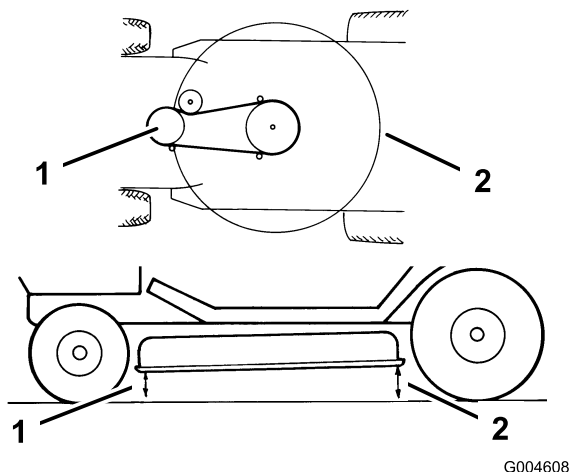

Figura 46
10. Controllate l'inclinazione longitudinale della lama, misurando la distanza fra il sottoscocca del tosaerba (centro anteriore e centro posteriore) e la superficie piana (Figura 46). Se la sezione anteriore del tosaerba è più bassa della sezione posteriore di oltre 16 mm, mettetela a punto; vedere da 11 a 17.